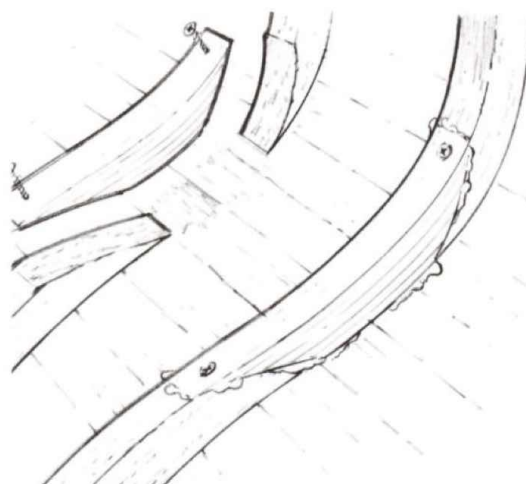

Рисунок 4-5 Вклейте новую ламинированную или цельную секцию. Вырезайте её с учётом существующих неровностей.
4. Установите новую секцию шпангоута (Рисунок 4-5). Обработайте все склеиваемые поверхности эпоксидной смолой и нанесите необходимое количество смолы с наполнителем 406 на одну сторону каждой из склеиваемых поверхностей.